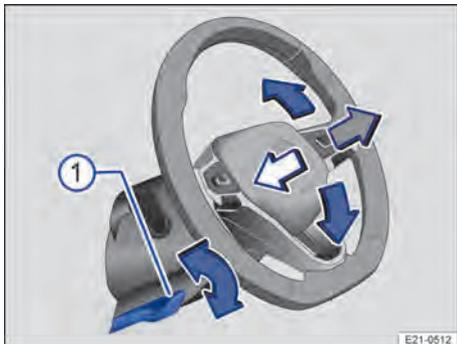

Fig. 58 Embaixo do volante no revestimento da coluna de direção: alavanca de ajuste mecânico da posição do volante.
1. Pressionar a alavanca → Fig. 58 ① para baixo.
3. Pressionar a alavanca → Fig. 58 ① com firmeza para cima até que ela se nivele com o revestimento da coluna de direção → ⚠.